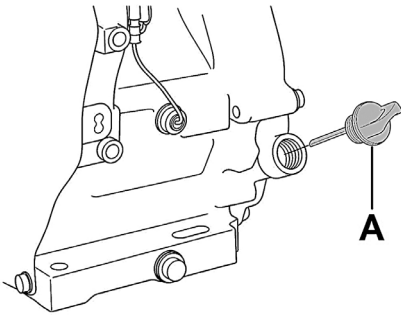

Рис. 4 Крышка-щуп маслозаливной горловины
3. Выкрутите крышку-щуп (A) маслозаливной горловины и извлеките щуп (Рис. 4).